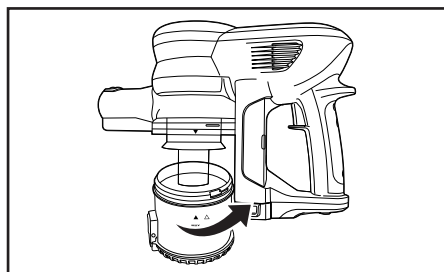

Fig. 3
1. Gire el depósito de polvo hacia la izquierda para alinear las flechas y extraerlo del cuerpo principal (Fig. 3).